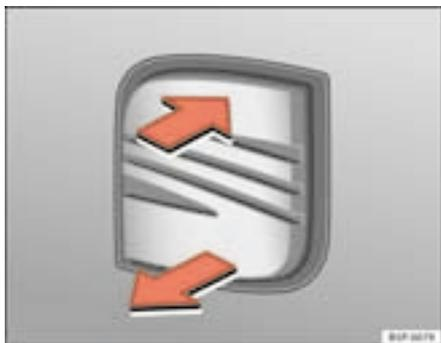
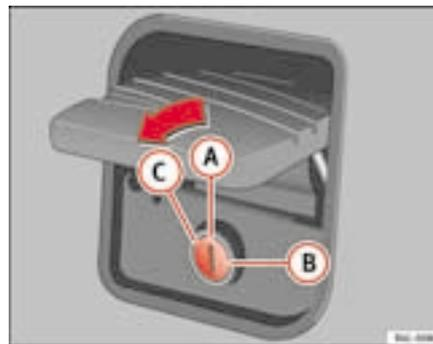

Fig. 49 Porta-bagagens: abertura a partir do exterior
Fig. 50 Fecho da tampa do porta-bagagens
- Puxe o manípulo e levante a tampa ⇒ fig. 49. O orifício da fechadura deverá ficar na posição vertical ⇒ fig. 50 **A**
Com a ranhura da fechadura **A** ⇒ fig. 50 na posição vertical, a tampa do porta-bagagens abre-se e fecha-se automaticamente através do fecho centralizado. Além disso, a tampa do porta-bagagens pode ser aberta e fechada com a chave.
Com a ranhura da fechadura na posição horizontal **B** ⇒ fig. 50, com a tampa do porta-bagagens fechada, fica permanentemente trancada quando for fechada e só poderá ser aberta com a chave principal.
Para abrir a tampa do porta-bagagens, deve rodar a chave até cima **C** ⇒ fig. 50, no sentido da seta. Nesta posição, a chave não pode ser retirada da fechadura. ▶